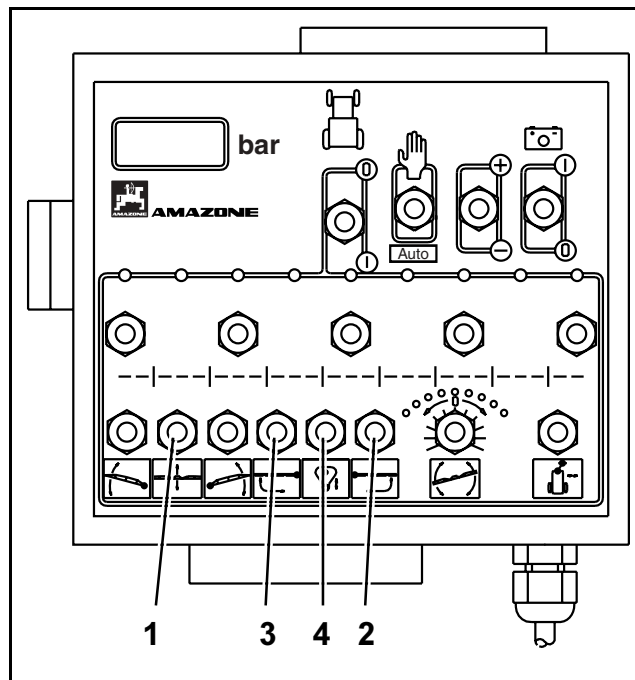
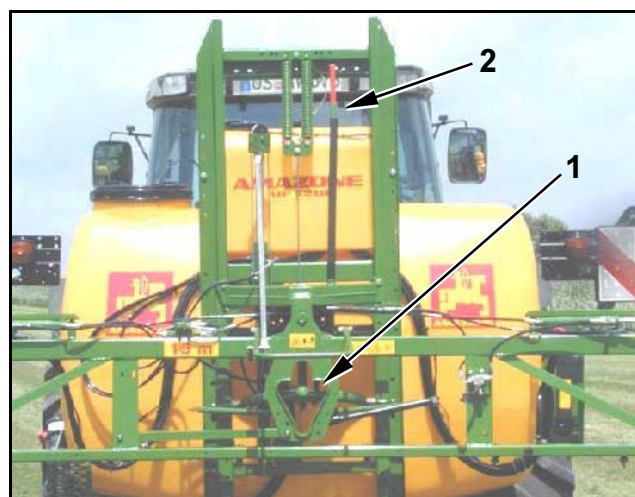

Рис. 85
Рис. 86
- Устройство гашения колебаний разблокируется и блокируется из транспортного положения при помощи клавиши (Рис. 85/4).
- Для разблокирования коротко нажмите клавишу (Рис. 85/4) по направлению вверх. **Разблокируется** устройство гашения колебаний (Рис. 86/1), когда будет видно зеленую часть указателя разблокировки/блокировки (Рис. 86/2). **Рис. 86** На показано разблокированное устройство гашения колебаний.
- Для блокировки коротко нажмите клавишу (Рис. 85/4) по направлению вниз. **Заблокировано** устройство гашения колебаний (Рис. 87/1), когда будет видно красную часть указателя разблокировки/блокировки (Рис. 87/2) прикл. на 1/3. **Рис. 87** На показано заблокированное устройство гашения колебаний.